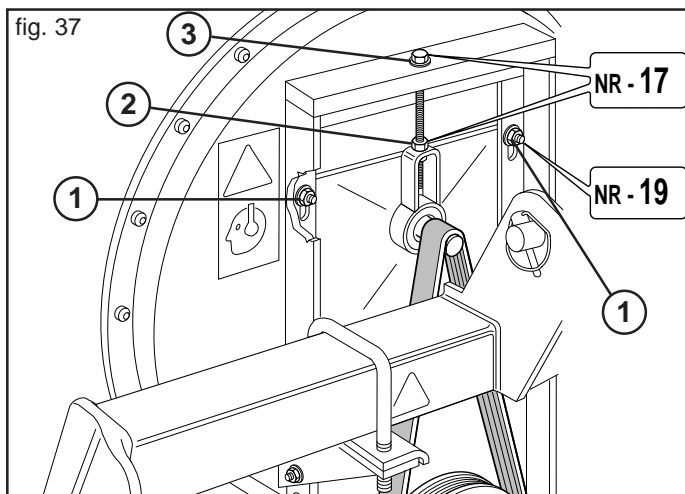

fig. 37
- Aflojar los tornillos (1, Fig. 37).
- Aflojar la tuerca (2, Fig. 37).
- Poner en tracción la correa apretando el tornillo (3, Fig. 37).